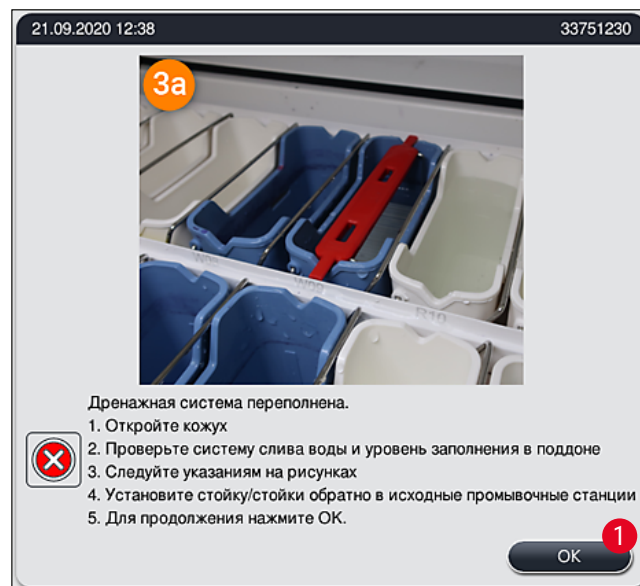
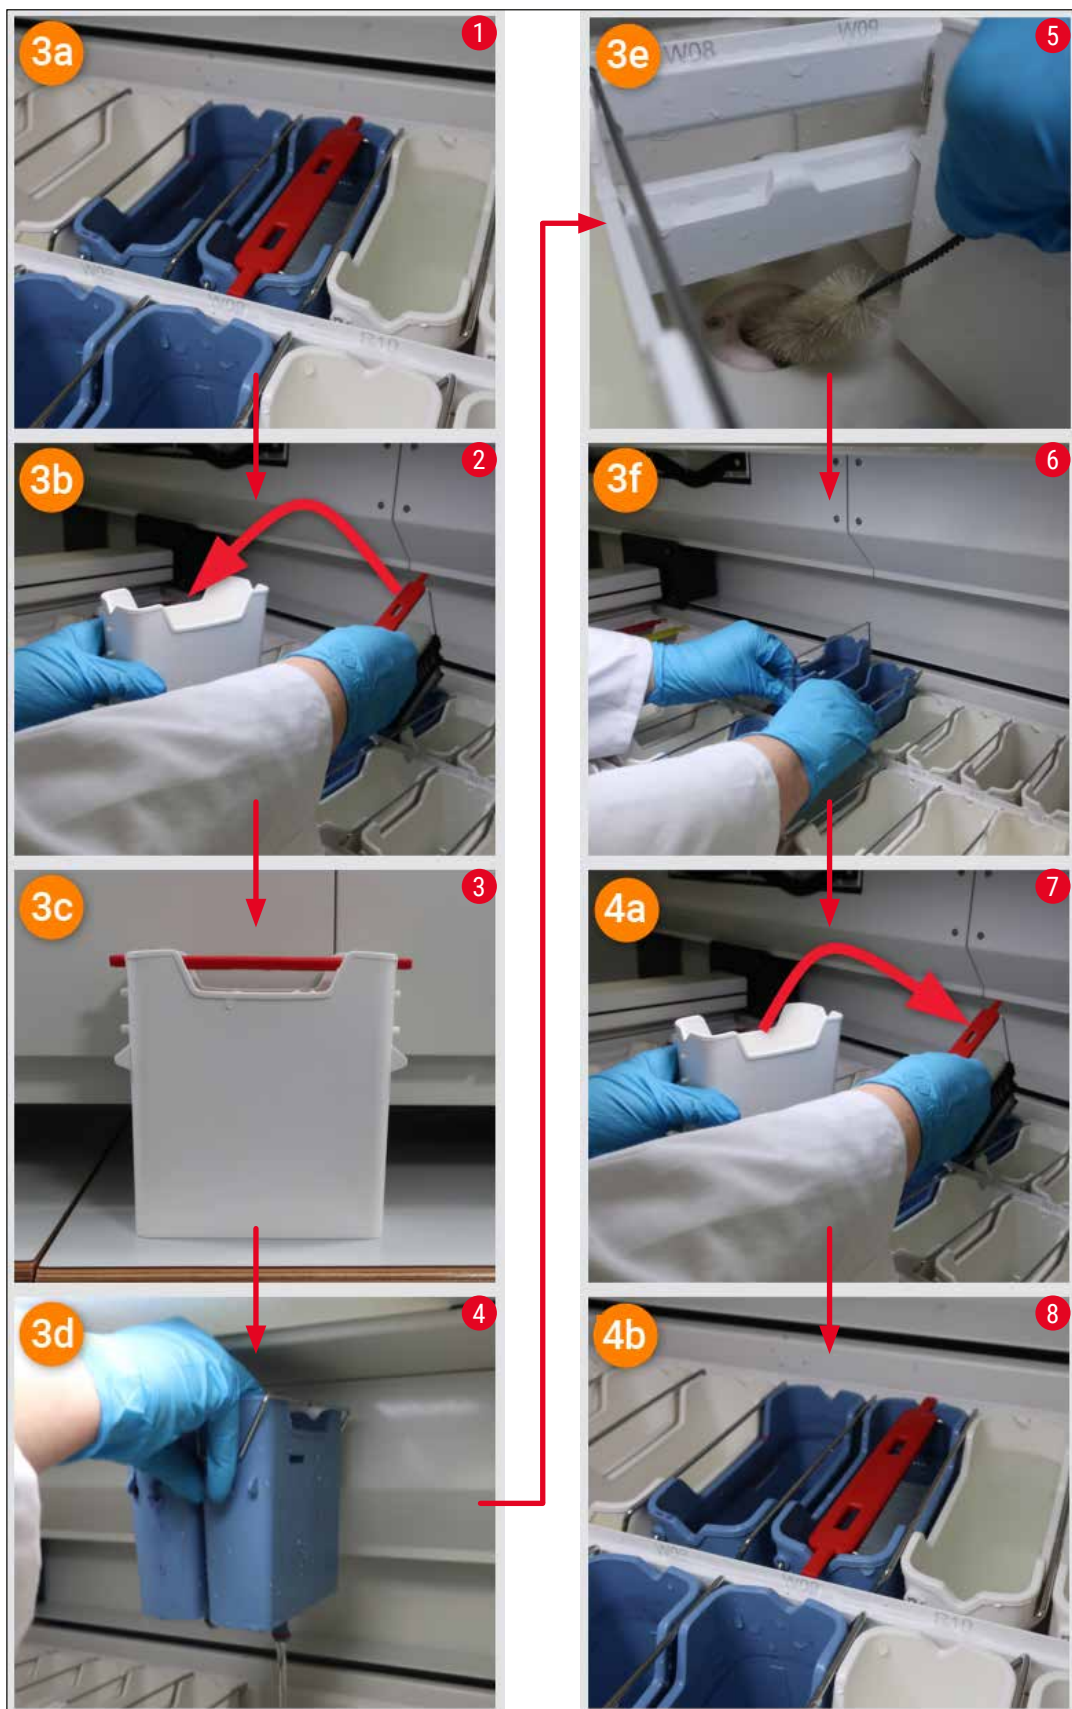

Рис. 122
Рис. 124
Засорение системы слива воды может быть вызвано забиванием сливного сетчатого фильтра (→ "Рис. 100-1") или сливного шланга (→ "Рис. 7-1"). Это может стать причиной подъема уровня воды в сливном поддоне. В результате может быть достигнут критический уровень воды в приборе. На экране появляется сообщение о неисправности для пользователя (→ "Рис. 122"), сопровождаемое аварийным звуковым сигналом. Также сообщение о неисправности содержит указания по устранению засорения в виде последовательной серии изображений (→ "Рис. 124").
- Если в процессе растворения уровень воды в сливном поддоне падает ниже критической отметки, сообщение (→ "Рис. 122") исчезает с экрана, после чего появляется другое сообщение с указанием на то, что процесс окрашивания может быть продолжен.